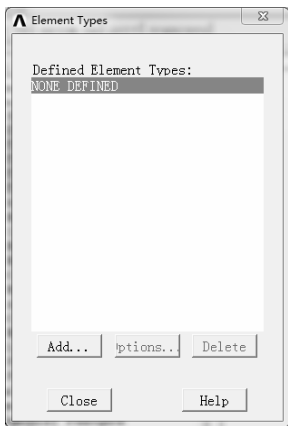

图 10-82 “Element Types”对话框
1) 选择“Main Menu>Preprocessor>Element Type>Add/Edit/Delete”命令，弹出“Element Types”对话框，如图 10-82 所示。